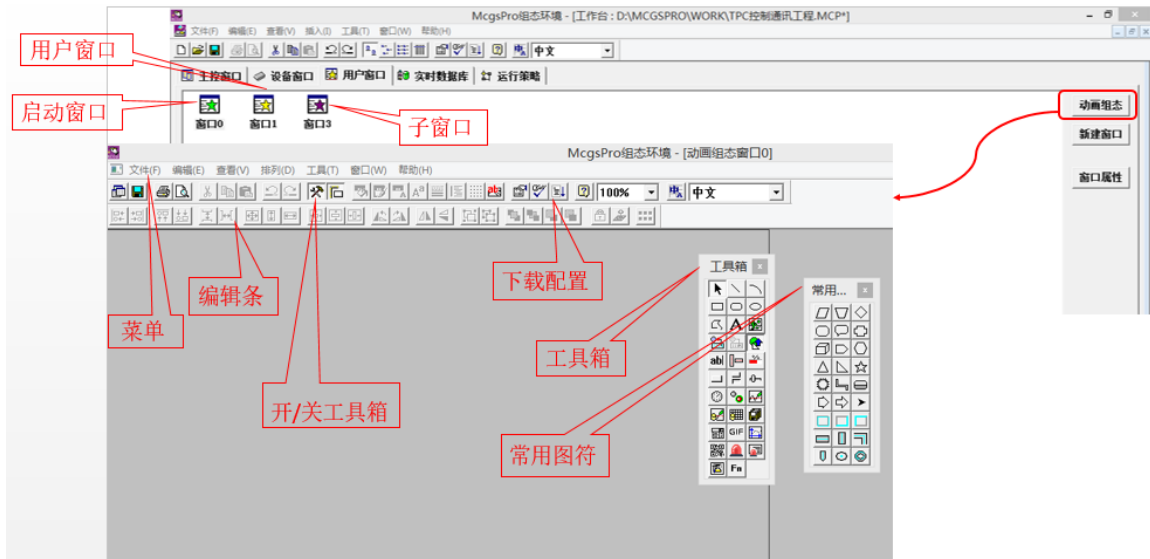

图 3.2.4
- 用户窗口主界面的右侧有三个按钮：每点击一次“新建窗口”按钮可以新建一个窗口，“窗口属性”用于打开已选中窗口的属性设置，可以将窗口设置为启动窗口、用户窗口和子窗口，其中启动窗口标注为绿色五角星，用户窗口为黄色五角星，子窗口为紫色五角星。双击窗口图标或者选中窗口之后点击“动画组态”按钮可以进入该窗口的编界面。如图 3.2.4 所示。